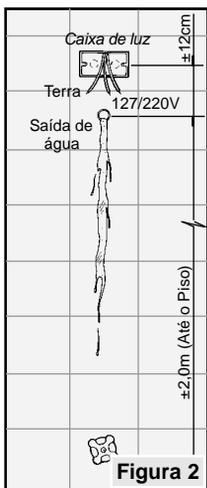

Figura 2
- O ponto de saída de água (onde será instalada a Ducha) deverá estar a uma altura aproximada de 2m do piso do box (Figura 2).
- A caixa de luz ref. 4x2 (onde será feita a conexão de sua Ducha à rede elétrica) deverá ser instalada aproximadamente à 12 cm acima do ponto de saída de água (figura 2).